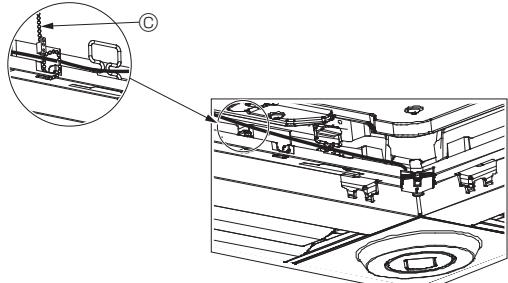

Fig. 10-12
- Sujete los cables del sensor i-See y del receptor de señales en el panel con el remache de la forma mostrada en el diagrama procurando que queden tensos, y luego corte el sobrante en el extremo del remache. (Fig. 10-12)
- Si la posición del sensor i-See ha cambiado de “○” (E) a “□” (F), cambie los ajustes de función. (Véase la página 48.)